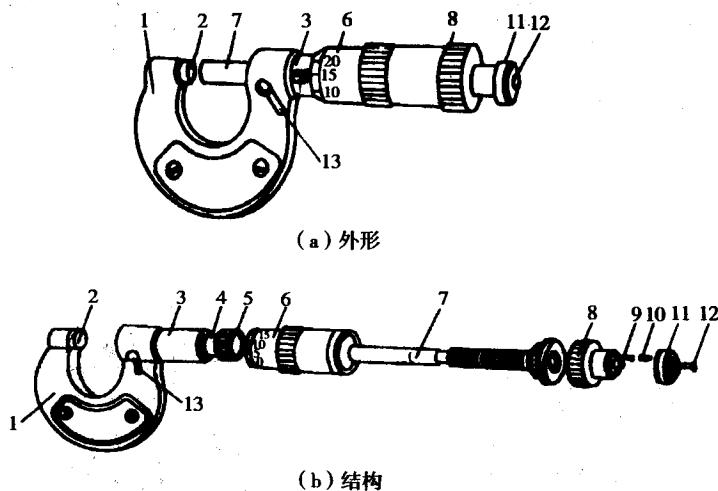

图 1-1-8 外径千分尺
(1) 外径千分尺的外形和结构如图 1-1-8 所示。在尺架 1 的右端是固定套筒 3，左端是砧座 2，固定套筒 3 里装有带内螺纹的衬套 5，测微螺杆 7 右面的螺纹可沿此内螺纹回转，并用轴套 4 定心。在固定套筒 3 的外面是有刻度线的微分筒 6，它用锥孔与测微螺杆 7 右端的锥体相联。测微螺杆 7 转动时的松紧程度可用衬套 5 上的螺母来调节。当测微螺杆需要固定不动时，可转动手柄 13 通过偏心锁紧。松开罩壳 8，可使测微螺杆 7 与微分筒 6 分离，以便调整零线位置。转动棘轮 11，通过螺钉 12 与罩壳 8 的联接使测微螺杆 7 产生移动，当测微螺杆 7 的左端面接触工件时，棘轮 11 在棘爪 10 上的斜面上打滑，测微螺杆 7 就停止前进，由于弹簧 9 的作用，使棘轮 11 在棘爪 10 上滑过而发生“咔咔”声。如果棘轮 11 以反方向转动，则拨动棘爪 10 和微分筒 6 以及测微螺杆 7 转动，使测微螺杆向右移动。